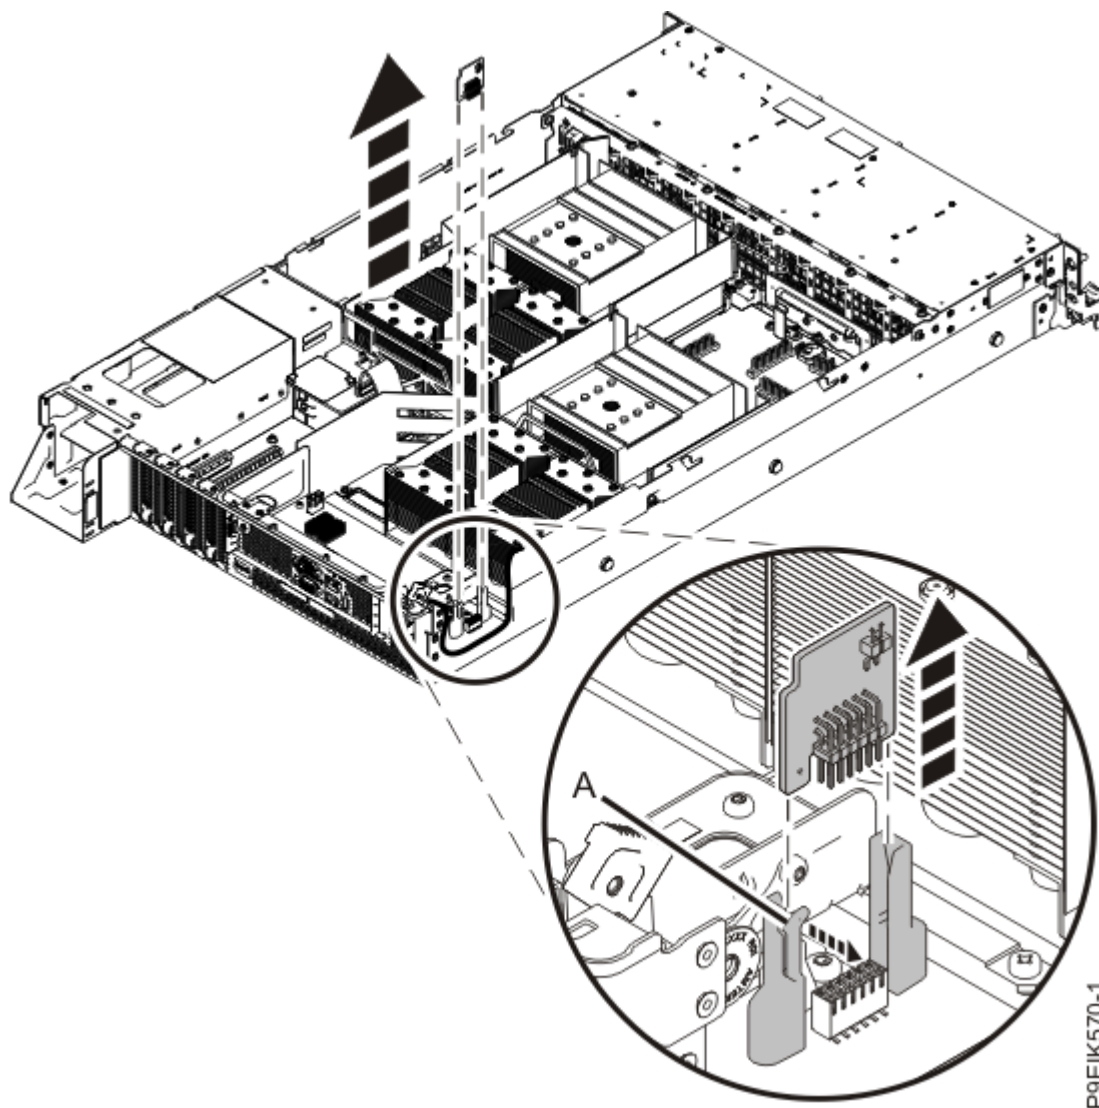

Figure 165. Retrait du module de plateforme sécurisée
2. Tirez le levier **(A)** pour libérer le module de plateforme sécurisée et soulevez celui-ci à la verticale à partir du fond de panier système comme illustré dans la Figure 165, à la page 183.